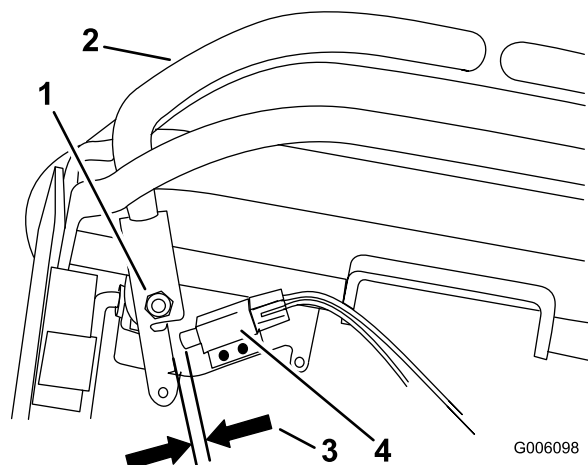

Figure 43
10. Vérifiez l'écartement entre le levier de commande et le contacteur comme illustré à la Figure 43. L'écartement doit être de 3 mm.
11. Au besoin, desserrez les vis de fixation de l'interrupteur et réglez l'interrupteur (Figure 43).